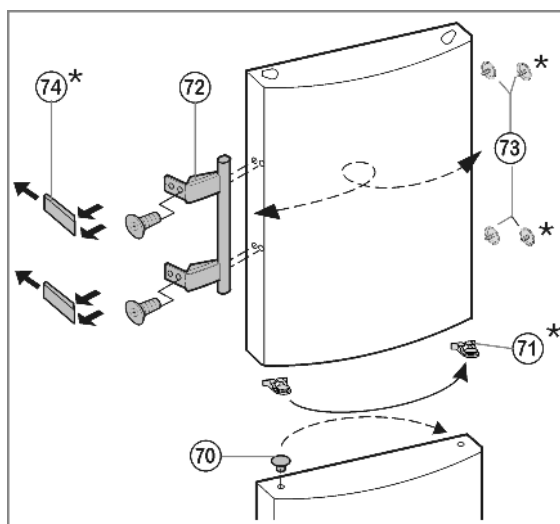

Fig. 10
- ▶ **Sur la porte inférieure** : enlever le bouchon *Fig. 10 (70)* du coussinet de la porte et le permuter de l'autre côté.
- ▶ **Sur les deux portes** : démonter la poignée de porte *Fig. 10 (72)*, les bouchons *Fig. 10 (73)* et les plaques d'appui* *Fig. 10 (74)* et les permuter sur le côté opposé.